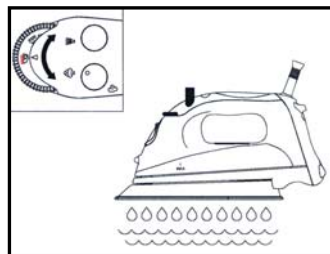

Fig. 8
5. Gire el control variable de vapor completamente hacia la derecha hasta la posición de autolimpieza (Self-Cleaning) y sostenga la plancha horizontalmente sobre una piletta. (Fig. 8)